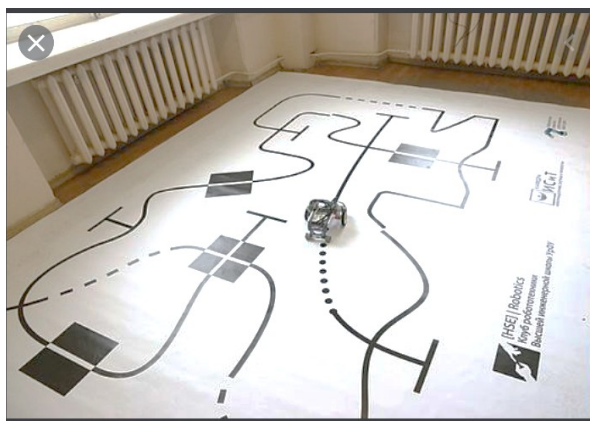

Рис.5.
10. Какую роль в системе управления мобильным роботом играет солнечный свет, неравномерно падающий на соревновательное поле (рис.5)